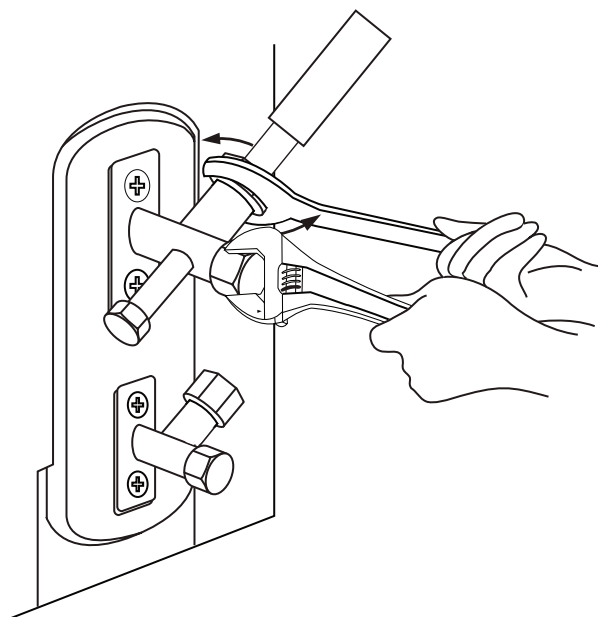

**Fig. 5.9**
1. Destornille la tapa de la válvula en el lateral de la unidad exterior. (Ver **Fig. 5.9**)